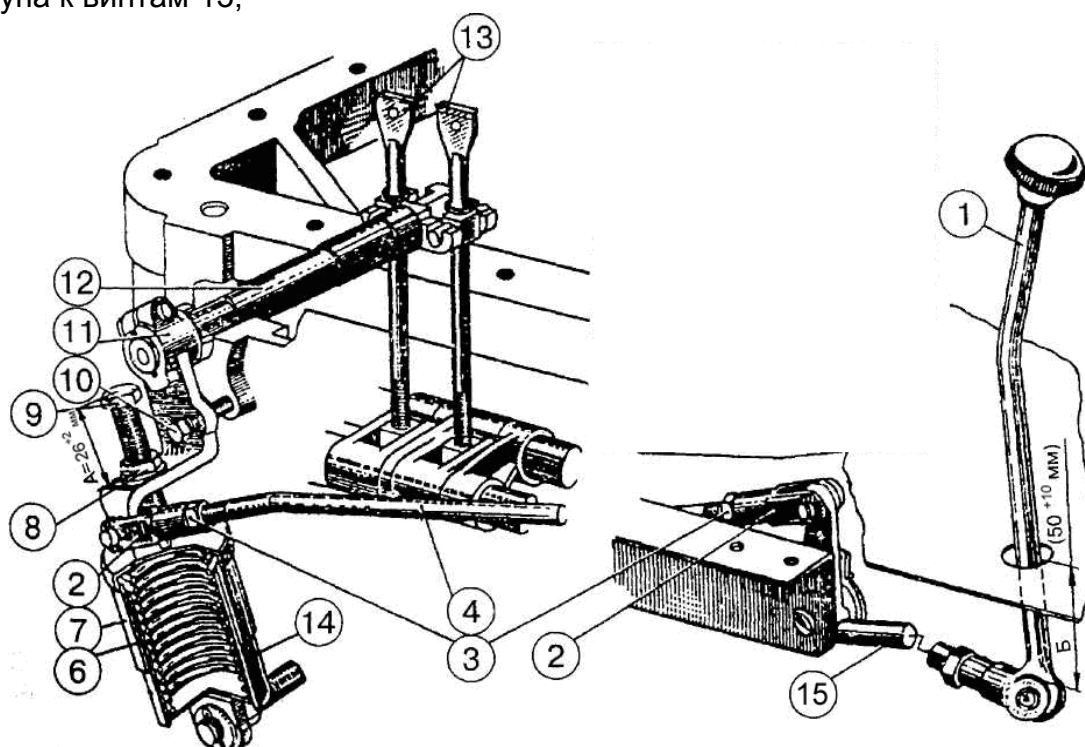
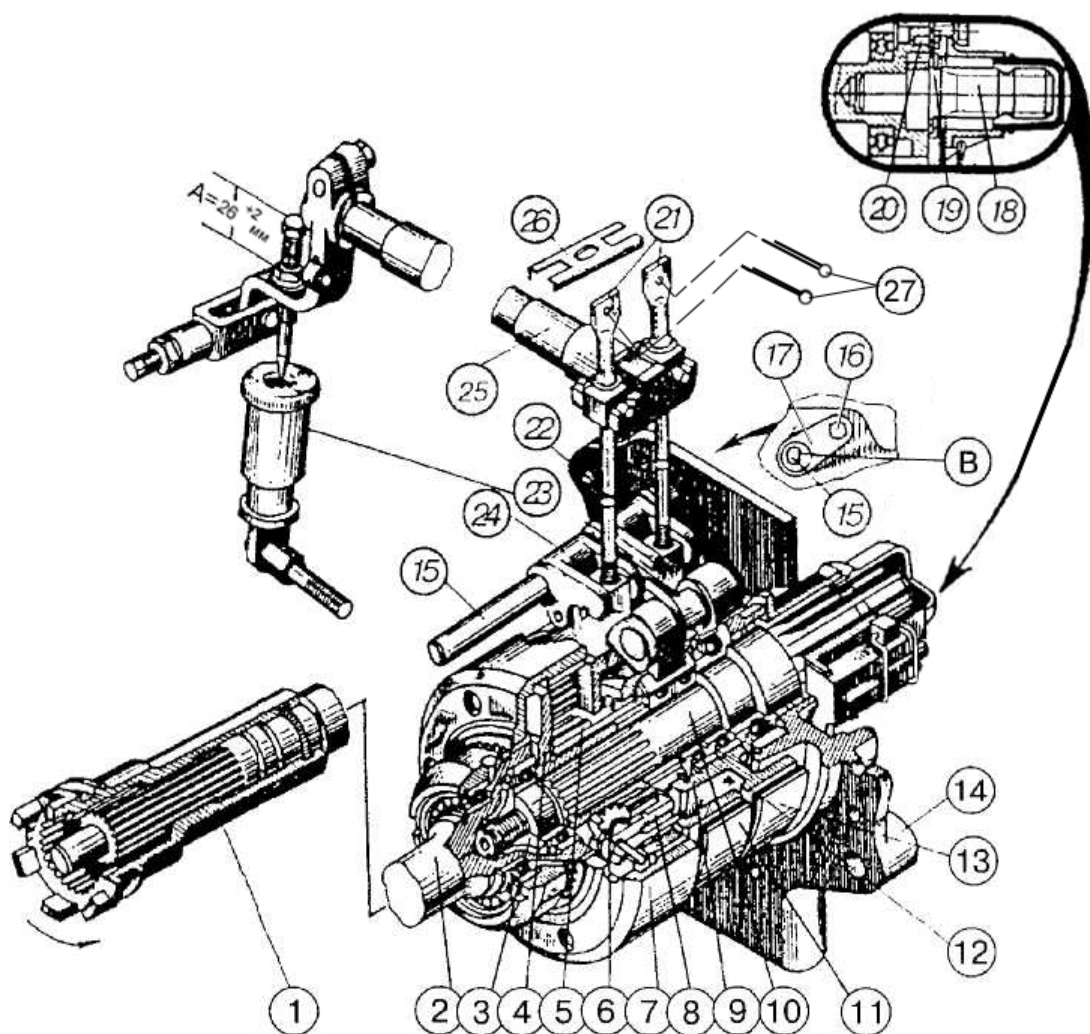

Рис. 1 Управление задним ВОМ:
Рис. 2 Планетарный редуктор заднего ВОМ:
1. Установите эксцентриковую ось 15 в исходное положение, чтобы лыска "В" (рис. 2) находилась справа вертикально и зафиксируйте стопорящей пластиной 17 и болтом 16;
2. Отсоедините тягу 4 (рис. 1);
6. Снимите стопорную пластину 26 (рис. 2), заверните поочередно регулировочные винты 21 крутящим моментом от 8 до 10 Н•м, затем отверните каждый винт на два оборота, при этом довернуть винты так, чтобы головки винтов располагались параллельно продольной оси трактора;
10. Установите тягу 4 (рис. 1), изменяя длины тяг 4 и 15 установите зону качания рычага 1 в средней части прорези пульта управления, при этом отрегулируйте размер Б (50^{+10} мм). После окончания регулировки установите на регулировочные винты 21 стопорную пластину 26 и шплинты 27 (рис. 2), крышку люка заднего моста, законтрите тяги 4 и 15 (рис. 1), а также болт 9 гайками 3 и 8.
После нескольких наружных регулировок эксцентриковая ось 15 (рис. 2) может занять крайнее левое положение (лыска "В" станет вертикально слева), что указывает на израсходование запаса внешней регулировки. В этом случае эксцентриковую ось поворотом против часовой стрелки установите в исходное положение (лыска справа вертикально), после чего выполните регулировочные операции, как описано выше (при сборке на заводе или после ремонта ВОМ).
При правильно выполненной регулировке рычаг 1 (рис. 1) в положении "включено" или "выключено" должен не доходить не менее, чем 30 мм до края прорези пульта управления и четко переходить через нейтральное положение.
На некоторых партиях тракторов возможно отсутствие механизма внешней подрегулировки управления ВОМ (поз. 15,16,17 рис. 2). В этом случае регулировку производите, как указано выше для регулировки управления ВОМ после ремонта или при сборке на заводе. На тракторах с малогабаритной кабиной размер "Б" составляет 50-60 мм. Эффективность тормозов ВОМ, отсутствие буксования зависит только от пружинного механизма, в первую очередь от наличия свободных зон для работы его и связанных с ним рычагов. Буксование ВОМ означает, что пружинный механизм или рычаги встречают дополнительное сопротивление при их перемещении вследствие отсутствия смазки в шарнирах, повышенного загрязнения, упирания (касания) в соседние детали трактора и пр.